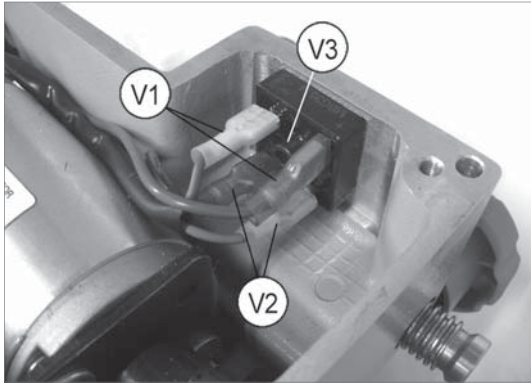

Fig. 37
- 2) Desconectar los 4 conectores (V1) y (V2) prestando una atención especial a sus posiciones (Fig. 37).